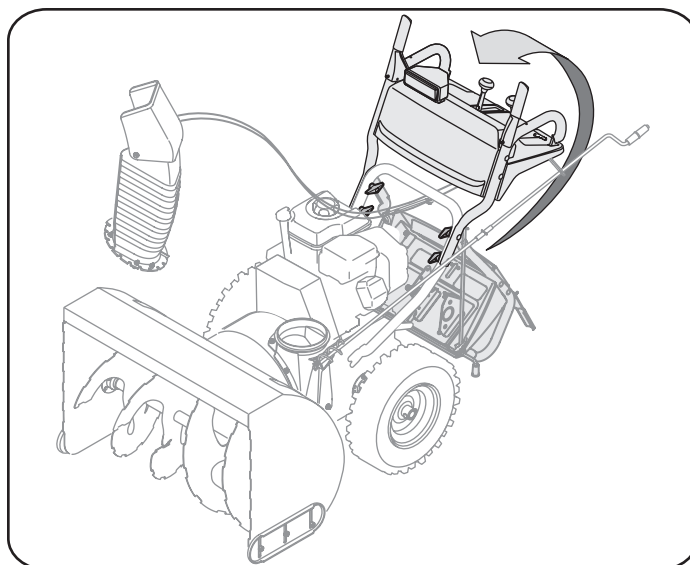

Figura 1
- b. Extraiga la perilla en estrella y el tornillo del carro a cada lado de la manija superior. Tire hacia arriba de la manija superior según se muestra en la Figura 1. Alinee la manija superior con la manija inferior. Asegúrese de que los resortes del extremo inferior de la barra y los cables de la transmisión estén enganchados firmemente en el respectivo soporte del accionador.